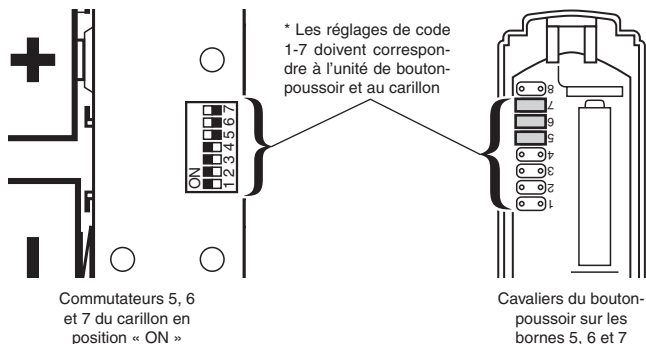

Figure 9 - Intérieur du bouton-poussoir et du carillon
- Assurez-vous que les codes de l'unité de bouton-poussoir et du carillon sont identiques (voir Figure 9).
1. Ouvrez le boîtier du bouton-poussoir et du carillon, puis localisez les cavaliers dans le bouton-poussoir et les commutateurs dans le carillon (voir Figure 9).
Note : À l'usine, les cavaliers sont installés aux positions 5, 6 et 7 dans le bouton-poussoir tandis que les commutateurs 5, 6 et 7 sont placés en position « ON » dans le carillon (voir Figure 9).